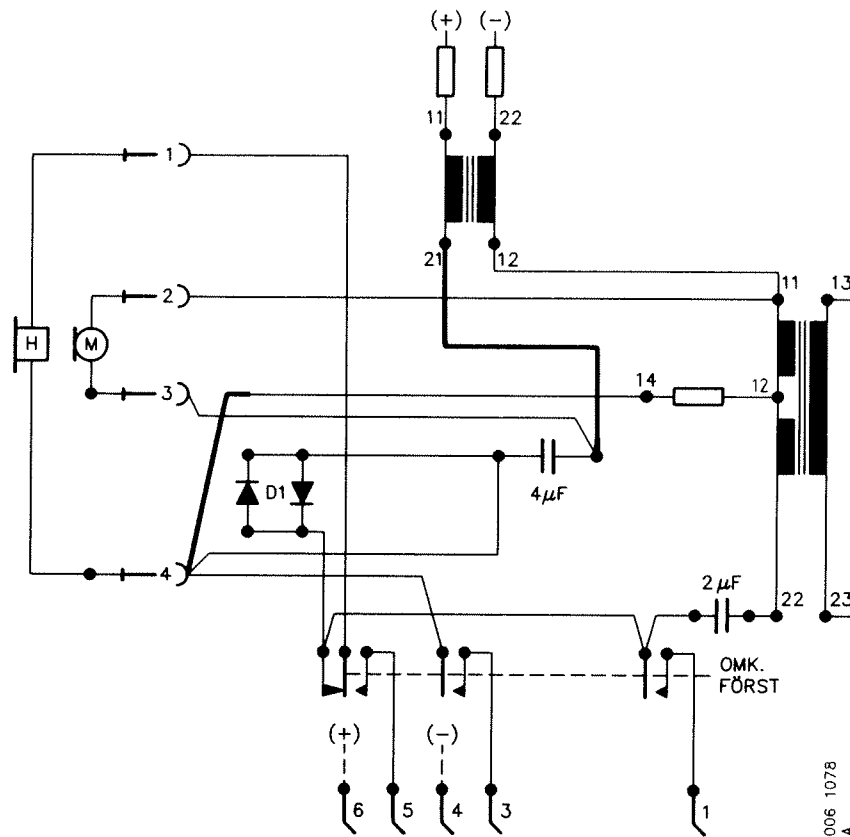

Bild 35. Enhetens koppling efter modifiering
- Flytta, enligt bild 35, förbindningen som lossats från jackens stift 3. Dra en ny förbindning mellan drosselns stift 21 och $C=4 \mu\text{F}$.